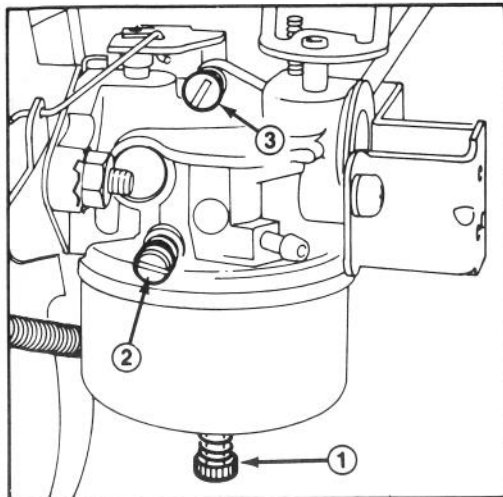

Abbildung 32
2. Haupteinstellschraube (Abb. 32) — Die Schraube vorsichtig nach rechts eindrehen, bis leichter Widerstand spürbar ist. Dann die Schraube wieder um eine ganze Umdrehung — 360° — nach links herausdrehen.
3. Leerlaufschraube (Abb. 32) — Die Schraube vorsichtig nach rechts eindrehen, bis leichter Widerstand spürbar ist. Dann die Schraube wieder um 1 1/2 Umdrehungen nach links herausdrehen.
5. Die Haupteinstellschraube (Abb. 32) um jeweils 1/8 Gang nach rechts eindrehen, bis der Motor infolge magerer Gemischeinstellung zu stottern beginnt. Dann die Schraube um jeweils 1/8 Gang nach links herausdrehen, bis der Motor infolge fetter Gemischeinstellung ungleichmäßig zu laufen beginnt. Nun die Haupteinstellschraube wieder bis zum mittleren Punkt zwischen fetter und magerer Einstellung nach rechts eindrehen.
6. Die Drossel auf LANGSAM stellen und dann die Leerlauf Einstellschraube (Abb. 32) so einstellen, daß der Motor schnellen Leerlauf hat (1750 U/Min).
7. Die Leerlauf Luftschraube (Abb. 32) um jeweils 1/8 Gang nach rechts eindrehen, bis der Motor infolge magerer Gemischeinstellung zu stottern beginnt. Dann die Schraube um jeweils 1/8 Gang nach links herausdrehen, bis der Motor infolge fetter Gemischeinstellung ungleichmäßig läuft. Nun die Leerlauf Luftschraube wieder bis zum mittleren Punkt zwischen fetter und magerer Einstellung nach rechts eindrehen.
8. Die Leerlauf Einstellschraube (Abb. 32) wieder verdrehen, bis der Motor mit 1750 U/min im Leerlauf läuft.